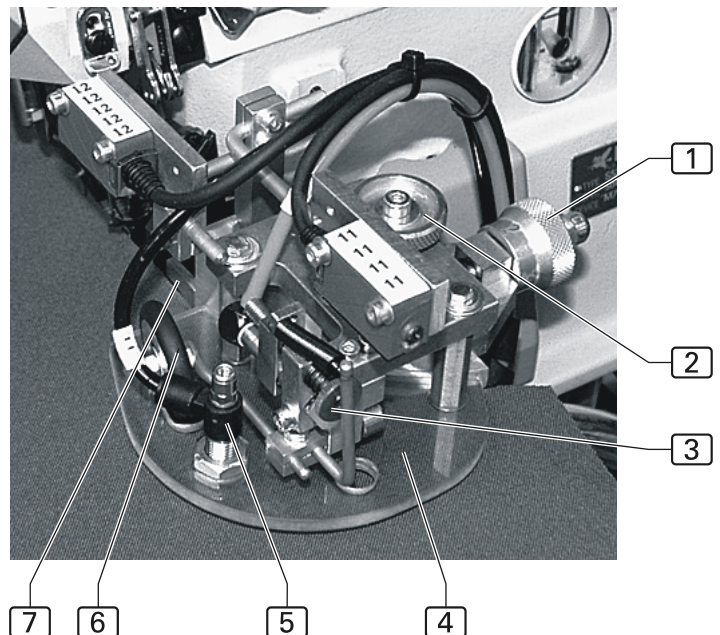

Abb. 7
**Abb. 7:** Am Stellrad [2] der 4-stufigen Höhenschnellverstellung wird die Grobeinstellung der Materialstärke vorgenommen. Der Abstand der Stoffdurchführung zur Arbeitsplatte erhöht sich um einem fixen Wert von jeweils 0,8 mm. Die eingestellte Stufe wird am Stellrad abgelesen.